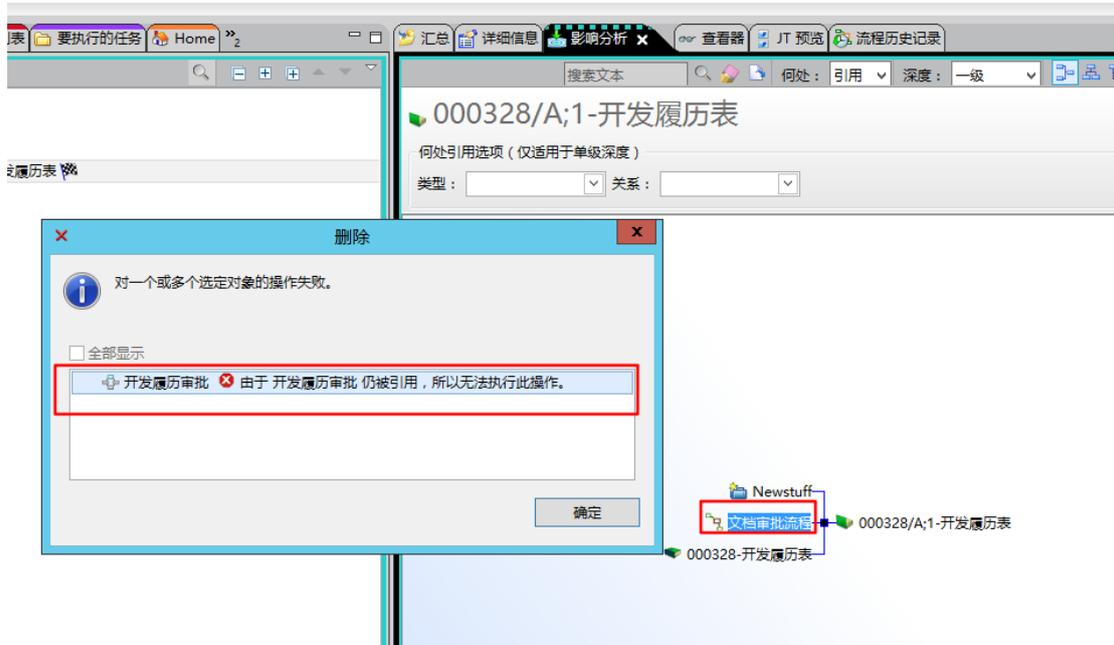

图 3
3.常规来说，我们只需要删除流程就可以剪掉对象和流程的引用关系，但是由于此流程是通过任务发起的，所以无法删除（如图3）。